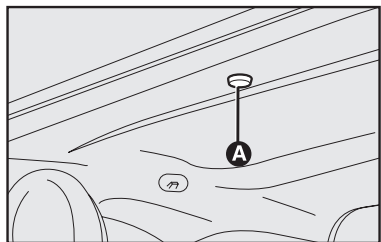

fig. 52
- Quite la tapa de protección **A-fig. 52** en el revestimiento interno, después de la cortina de protección contra el sol.